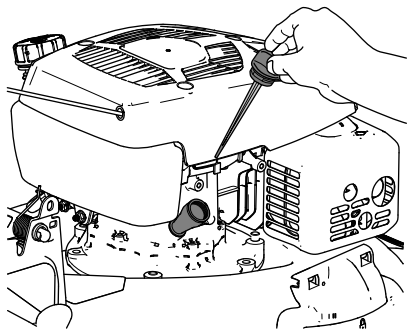

Figura 26
3. Retire la varilla girando el tapón en el sentido contrario a las agujas del reloj y tirando del mismo (Figura 26).
4. Ponga la máquina de lado (con el filtro de aire hacia arriba) para drenar el aceite usado del tubo de llenado de aceite (Figura 26).